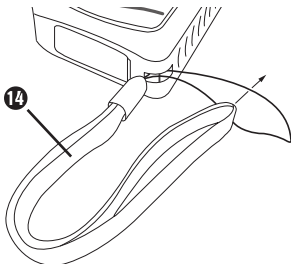

Fig. 1
- ◆ Fixez la dragonne ⑭ sur l'ouverture prévue à cet effet, conformément à la figure 1.